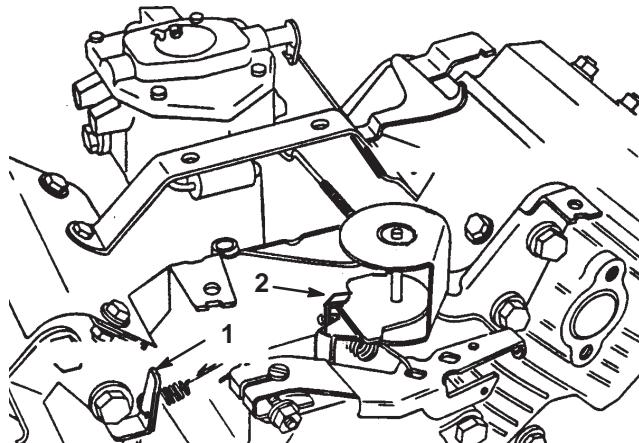

Figure 38
- Courbez la languette d'ancrage du ressort de ralenti réglé (Fig. 38) pour obtenir un régime de ralenti de 1450 ± 50 tr/min. Vérifiez le régime avec un compte-tours.
5. Réglez la manette d'accélérateur en position Régime maximum. Courbez la languette d'ancrage du ressort de régime maximum (Fig. 38) pour obtenir un régime maximum de 2850 ± 50 tr/min.